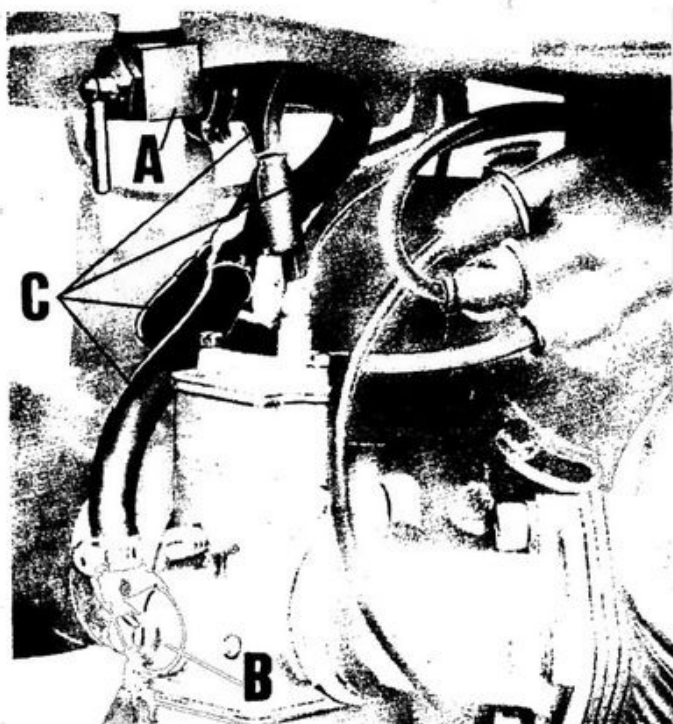

Fig. 72
A benzina (98/100 No «Research Method»). L'alimentazione del motore avviene a gravità. La benzina dal serbatoio attraverso i rubinetti (A) passa nelle tubazioni (C) che portano la benzina al quadrivio e a mezzo tubazioni dal quadrivio ai filtri sui carburatori (B) (vedere fig. 72).